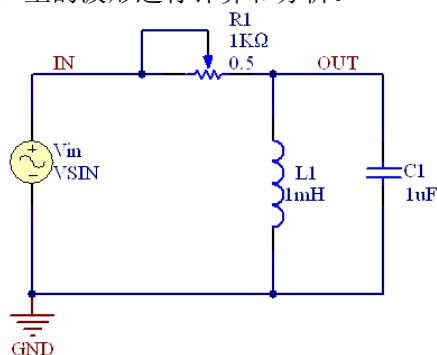
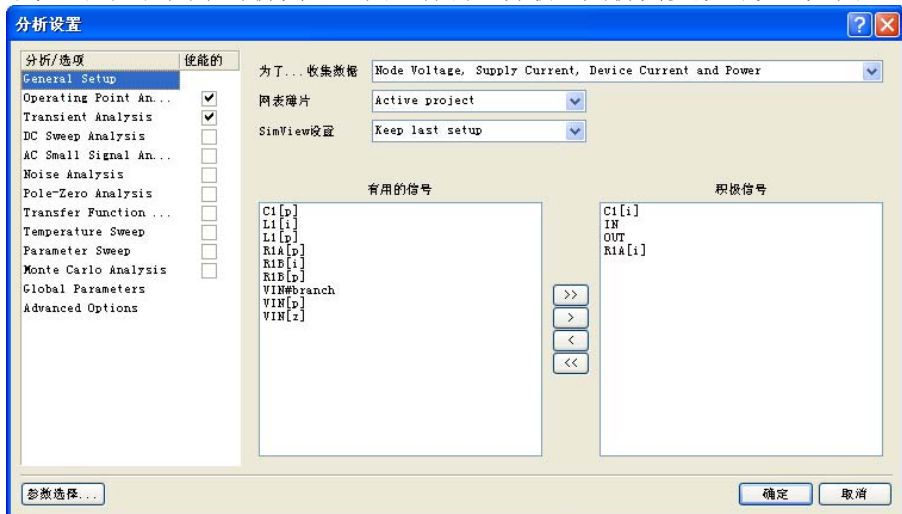

图 12-34 电源电路仿真原理图
图 12-35 设置瞬态仿真分析参数
本例要求完成如图 12-34 所示仿真电路原理图的绘制,将主要学习如何使用波形分析器。在完成仿真生成波形后,还要对产生的波形进行计算和分析。
(1) 建立工作环境
Step3 建立如图 12-34 所示的电路原理图。
(2) 设置元件的仿真参数
Step2 选择“设计”→“仿真”→“Mixed Sim”(混合仿真)菜单命令, 打开“分析设置”对话框, 然后在其中对仿真原理图进行瞬态分析, 其仿真参数的设置如图 12-35 所示。